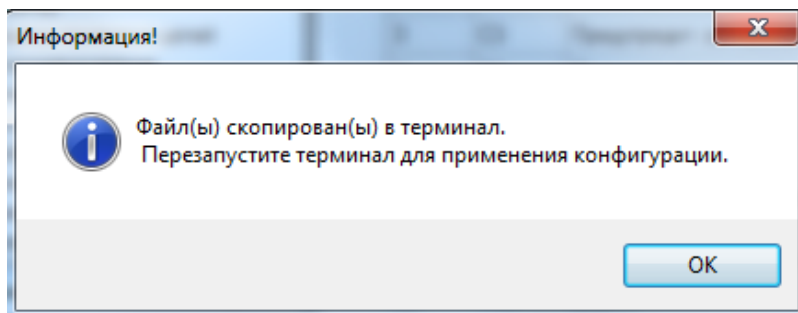

Рисунок 15 – Окончание записи конфигурации
5.9 По окончании копирования всплывет информационное окно с сообщением «Файл скопирован в терминал. Перезапустите терминал для применения конфигурации» (см. рисунок 15).
При успешной замене ПО и/или конфигурации в АРМ-релейщика, на экране появится соответствующее сообщение (см. рисунок 7 и рисунок 15). Несмотря на успешное завершение операции, после перезагрузки терминал может перейти в состояние «Неисправность». В этом случае необходимо воспользоваться рекомендациями, которые показаны на рисунке 18 обозначением 2 (на рисунке обозначено стрелкой с надписью «Успешно»).